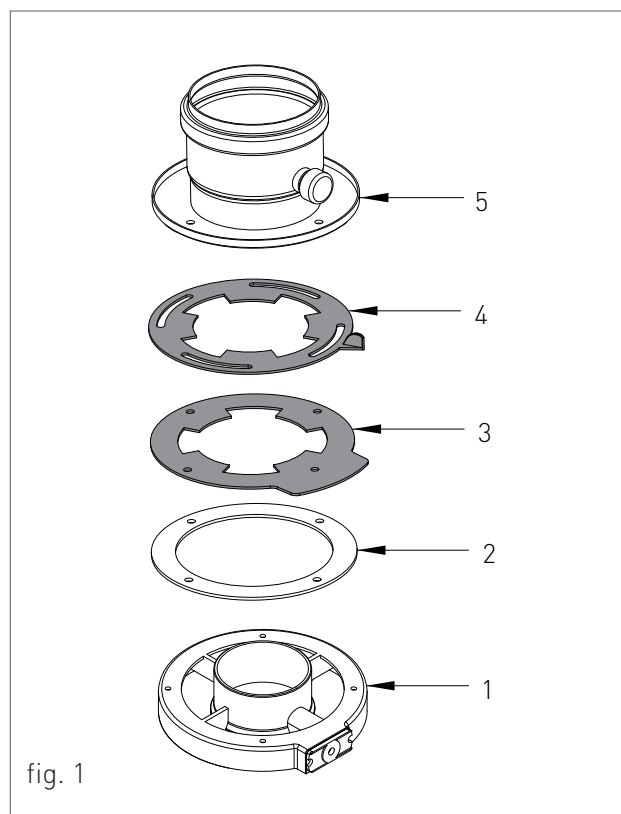

fig. 1
Per il montaggio dei diaframmi regolabili sul sistema coassiale procedere nel seguente modo (vedi fig.1):
- › pulire la superficie della flangia di ispezione fumi (1-fig.1);
- › attaccare la guarnizione adesiva in neoprene (2-fig.1) sulla flangia fumi, centrando i fori fustellati della guarnizione con quelli della flangia fumi;
- › inserire prima il diaframma inferiore con la scala graduata (3-fig.1), poi il diaframma superiore con l'indice di riferimento (4-fig.1);
- › inserire il raccordo flangiato (5-fig.1) o altro componente previsto in base al sistema coassiale adottato;
Per il montaggio dei diaframmi regolabili sul sistema sdoppiato procedere nel seguente modo (vedi fig.1):
- › pulire la superficie della testata in corrispondenza del foro di aspirazione aria (1-fig.1);
- › attaccare la guarnizione adesiva in neoprene (2-fig.1) sul foro di aspirazione aria, centrando i fori fustellati della guarnizione con quelli del foro di aspirazione;
- › inserire il raccordo flangiato (5-fig.1) o altro componente previsto in base al sistema sdoppiato adottato;